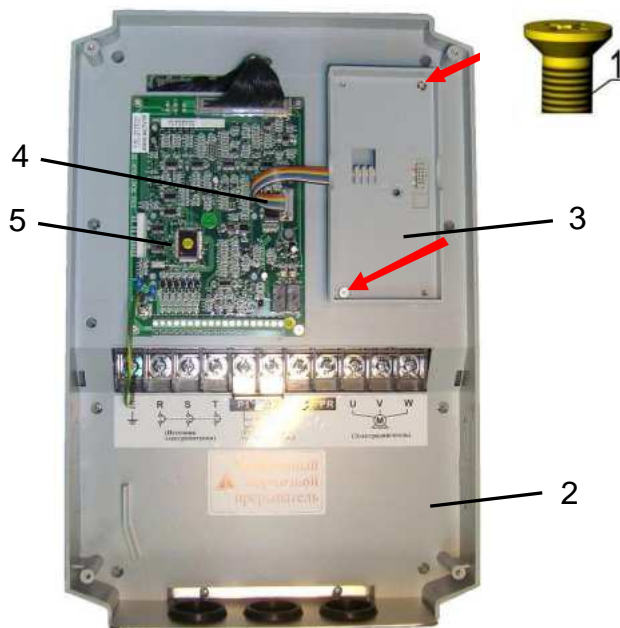

Рис. 7.35
7.16.2. Установить рамку на выступы средней части корпуса и зафиксировать ее двумя винтами 1 (рис. 7.35).